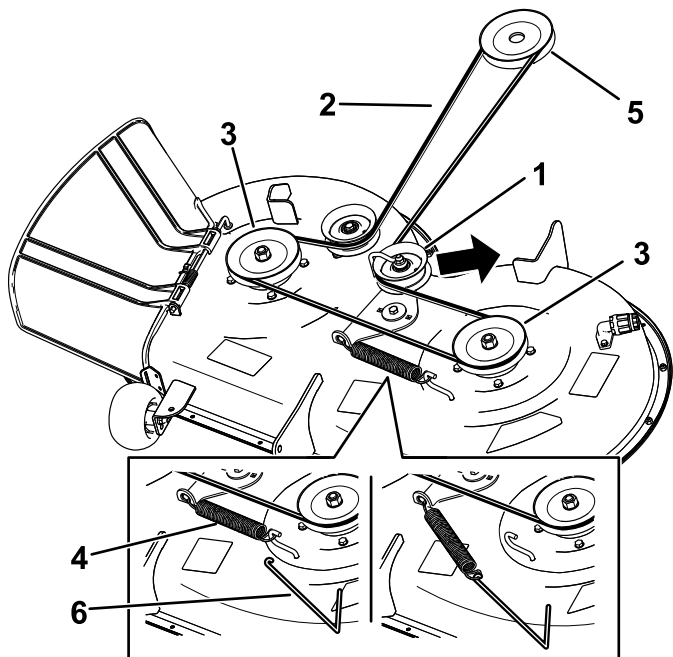

Figura 59
- Utilize um removedor de molas (Peça Toro n.º 92-5771) para remover a mola intermédia do gancho da plataforma para retirar tensão da polia intermédia e rode a correia para fora das polias (Figura 59).
- Coloque a nova correia em redor da polia do motor e nas polias do cortador (Figura 59).
- Utilizando um removedor de molas (peça Toro n.º 92-5771), instale a mola intermédia por cima do gancho da plataforma para colocar tensão na polia intermédia e na correia do cortador (Figura 59).